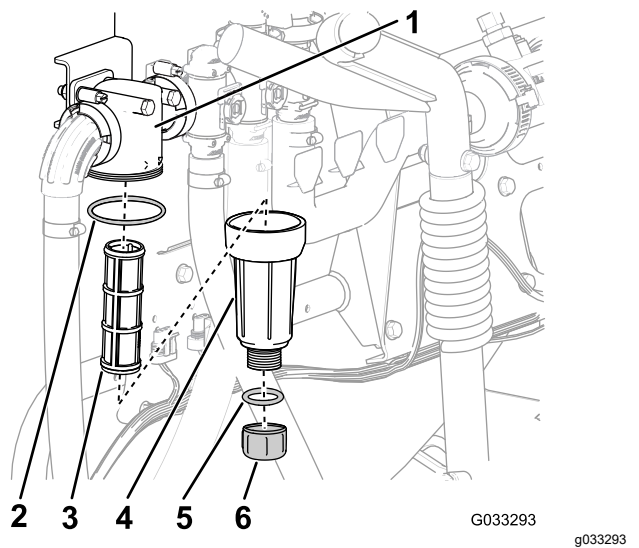

Figura 60
2. Coloque un recipiente de drenaje debajo del filtro de presión (Figura 60).
3. Gire el tapón de vaciado en sentido antihorario y retírelo de la cubeta del filtro de presión (Figura 60).
4. Enrosque la cubeta en sentido antihorario y retírela de la cabeza del filtro (Figura 60).
5. Retire el elemento usado del filtro de presión (Figura 60).
6. Inspeccione la junta tórica del tapón de vaciado (situada dentro de la cubeta) y la junta tórica de la cubeta (situada dentro de la cabeza del filtro) en busca de daños o desgaste (Figura 60).
7. Instale el elemento nuevo del filtro de presión en la cabeza del filtro (Figura 60).
8. Instale la cubeta en la cabeza del filtro, y apriétela a mano (Figura 60).
9. Instale el tapón en la cubeta, y apriételo a mano (Figura 60).